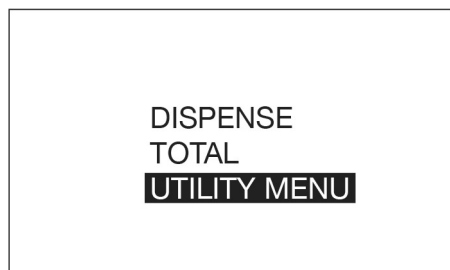

FIG. 12
1. Use el botón de flecha ARRIBA o ABAJO del teclado para resaltar el menú de utilidades (UTILITY MENU) (Fig. 12) y pulse el botón INTRO central en el teclado para seleccionar dicho menú.